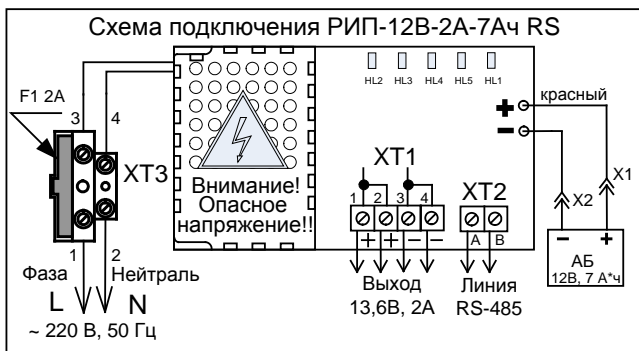

Рисунок 3. Схема подключения «РИП-12В-2А-7Ач RS»
При подключении проводов внешнего питающего напряжения 220 В к сетевой колодке необходимо соблюдать правильность подключения «фаза» и «нейтраль». Подключение цепей к РИП производить в соответствии с рис. 3.
2.3.1 Проверить правильность произведённого монтажа в соответствии со схемой подключения «РИП-12В-2А-7Ач RS» (рис. 3).